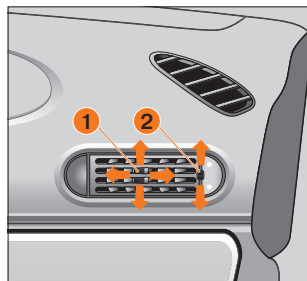

Рис. 56. Боковые сопла обдува
**Боковые сопла обдува** (рис. 56). Подача воздуха регулируется рычагами направляющих лопаток боковых сопел **1** путём изменения положения заслонок вверх или вниз, а регулятор интенсивности подачи воздуха **2** открывает или закрывает полностью боковые сопла обдува.